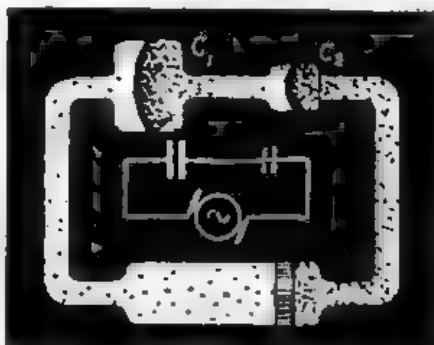

Fig. 14. Serie-schakeling van condensatoren.
W. — Ik zie, dat het absoluut vergeefs is een beroep te doen op je wiskundig gevoel. Kijk (fig. 14), deze twee condensatoren C_1 en C_2 staan in serie geschakeld. Zooals je ziet, heeft C_2 een geringere capaciteit dan C_1 , want het membraan is kleiner. De hoeveelheid